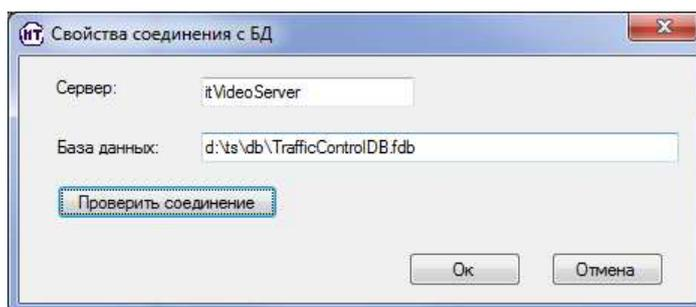

Рисунок 105 - Свойства соединения с БД
- 5) «Свойства соединения с БД» (см. Рисунок 105). Данные настройки необходимо предварительно узнать на видеосервере.